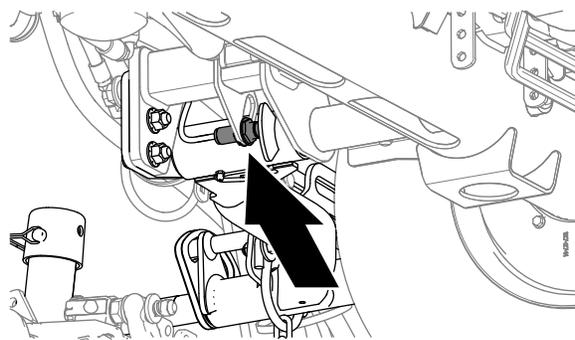

Рисунок 51
2. Переключатель подъемного рычага расположен под гидравлическим баком и внутри подъемного рычага режущего блока № 5 (Рисунок 51).